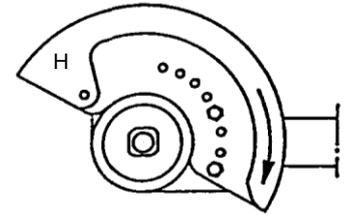

Abb. 7.6 – Einstellung der Schutzhaube
Alle Maschinen sind mit einstellbarer Schutzhaube (H) ausgerüstet, s. Abb. 7.6
- 3) Wählen Sie, je nach Schnitttiefe, die Aufnahmebohrungen der Schutzhaube aus, s. Abb. 7.6.